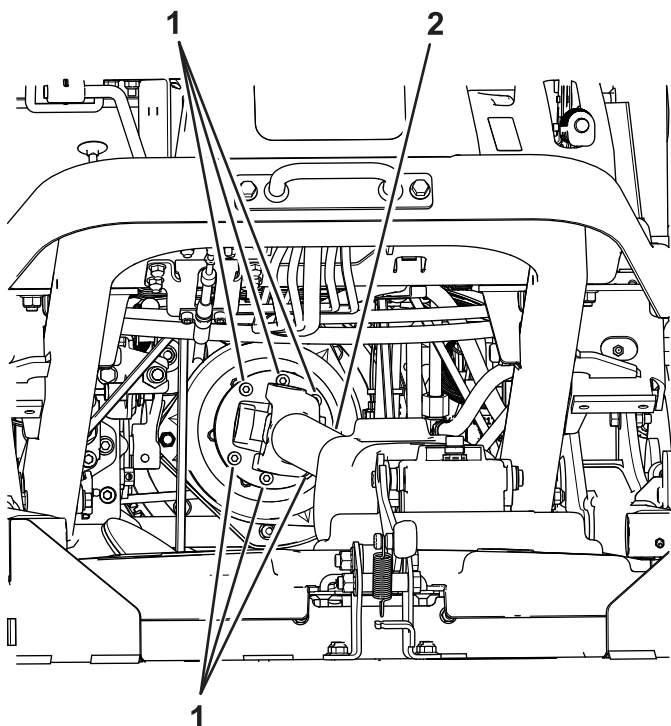

Bild 2
3. Entfernen Sie die sechs Schrauben, mit denen die Antriebswelle an der Kupplung befestigt ist (Bild 2). Entsorgen Sie die Befestigungselemente.
5. Montieren Sie die neue Antriebswelle mit sechs Sechskantschrauben (M8-1,25 x 30 mm) an der Kupplung; siehe Bild 2.